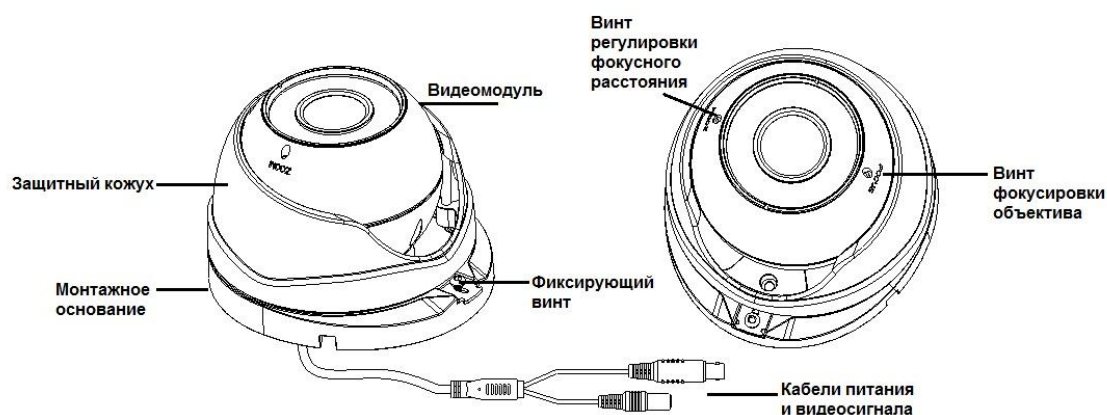

Рис.2.1.1. Описание видеокамеры LTV-CDH-B900L-V
1. Видеокамера стоит из монтажного основания, защитного кожуха и видеомодуля (рис.2.1.1).